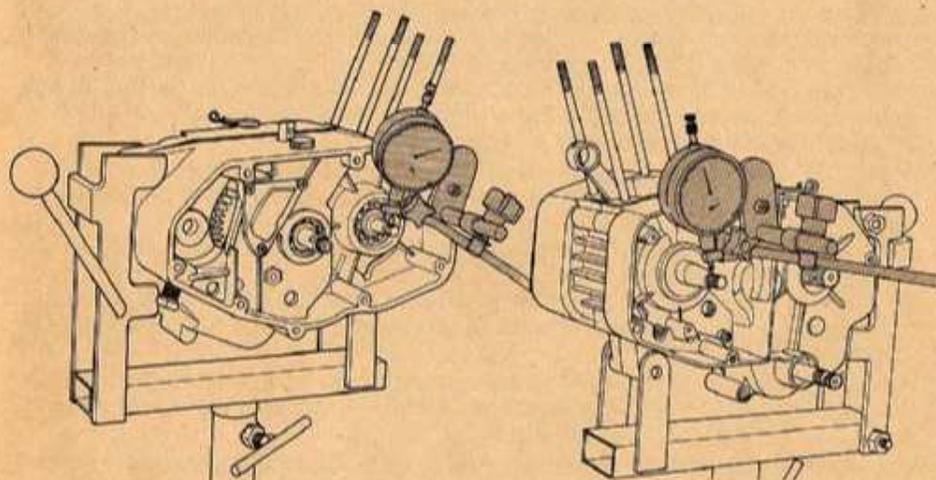

FIG. 44 Controllo coassialità semialberi
- 8) **MONTARE** i grani di riferimento e le 13 viti di unione bloccandole con $1 + 1,2$ kgm controllare con un comparatore la eccentricità dei due semialberi dell'imbiellaggio. Il valore massimo di eccentricità **non deve essere superiore a 0,04 mm** (fig. 44). In caso contrario smontarlo e farlo centrare da un'officina specializzata. Controllare quindi che tutti gli alberi ruotino liberamente, in caso contrario battere assialmente su di essi per consentire eventuali assestamenti. Verificare inoltre che non vi sia nessun albero con gioco assiale eccessivo nel qual caso si richiede la riapertura dei semicarter e la sostituzione della rondella di spessoramento superiore con altre di spessore più appropriato.